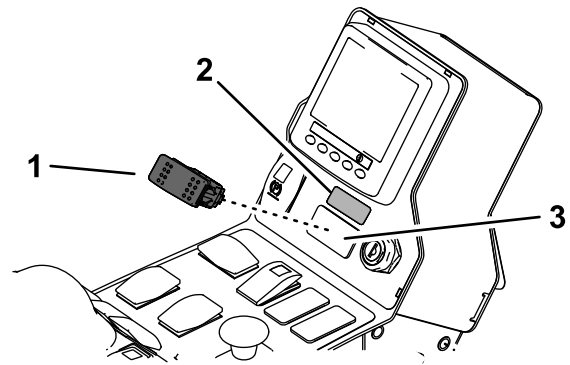

Figura 4
3. Retire el tapón del panel de control e instale el interruptor (Figura 4).
4. Pegue la pegatina del freno auxiliar encima del interruptor (Figura 4).